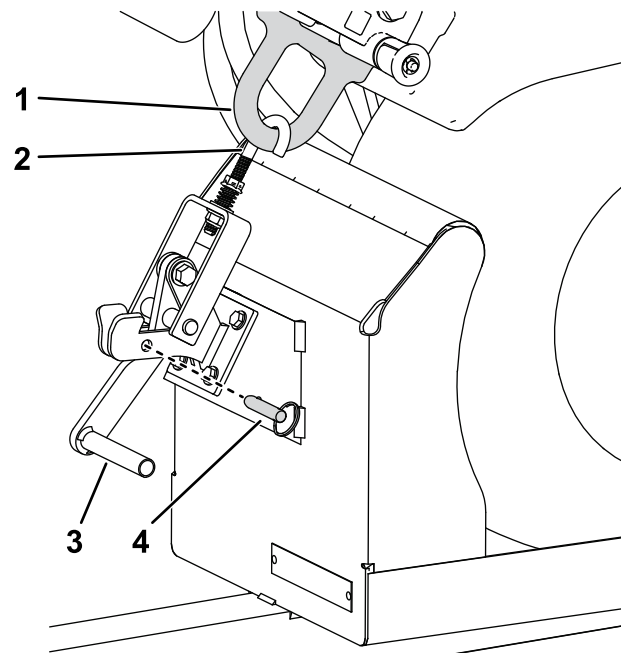

Figura 6
7. Spingete verso il basso la leva di bloccaggio e fissatela utilizzando il perno di sgancio rapido (Figura 6).